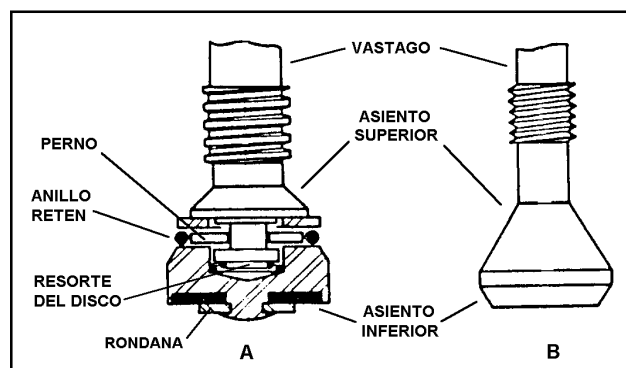

Figura 8.6 - Asientos de válvulas de paso empacadas. (A) de múltiples piezas y (B) vástago sólido.
**Asientos** - Los asientos en las válvulas de paso empacadas, pueden ser sólidos o de piezas múltiples, con asiento sencillo o doble, figura 8.6. Al asiento de piezas múltiples, se le conoce también como disco giratorio y se compone de varias piezas, con el objeto de que al cerrar la válvula, el disco se alinee solo, sin girar, haciendo el sello sobre el asiento del cuerpo de la válvula.